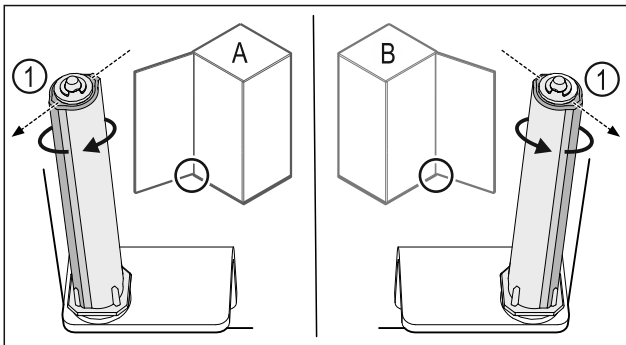

Fig. 43 Linksanschlag (A) / Rechtsanschlag (B)
- Schließsystem gegen den Widerstand drehen, bis der Steg des Schließsystems Fig. 43 (1) nach außen zeigt.